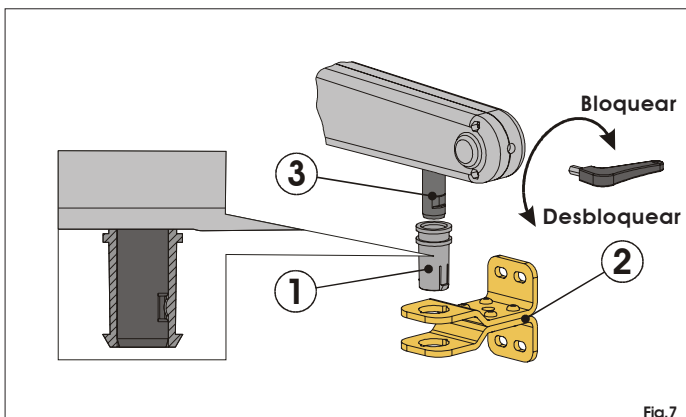

Fig.7
- Compruebe que el perno (Fig. 7 Ref. 3) esté hasta el tope en la parte anterior del operador, en caso contrario gire la llave de desbloqueo, introducida en su alojamiento (Fig. 7), en sentido horario hasta el final de su carrera.
- Gire 6-7 vueltas la llave de desbloqueo en sentido antihorario, como se indica en la Fig. 7.
Introduzca el casquillo (Fig. 7 Ref. 1) en el empalme anterior (Fig. 7 Ref. 2). El bloqueo mecánico situado sobre el casquillo deberá coincidir con la ranura del perno del operador. Acople el perno (Fig. 7 Ref. 3) en el casquillo.